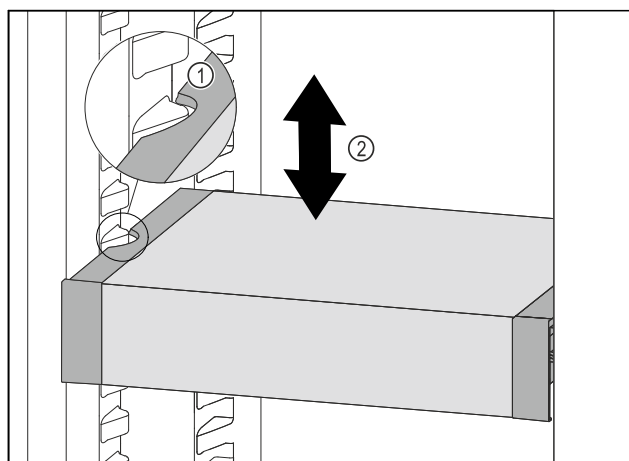

Fig. 51
- ▶ VarioSafe w chłodziarce przesunąć w górę lub w dół, aż zostanie osiągnięta żądana wysokość. Fig. 51 (2)